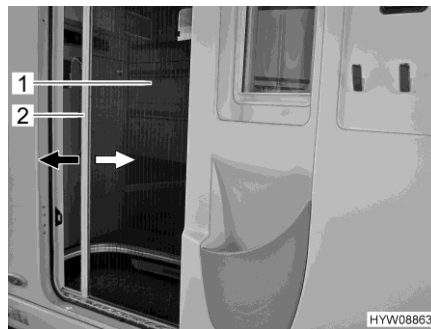

Fig. 56 Protección contra insectos (puerta de entrada)
- Agarrar el agarradero (Fig. 56,2) con ambas manos y extraer la protección contra insectos (Fig. 56,1) uniformemente del alojamiento de puerta.
- Agarrar el agarradero (Fig. 56,2) con ambas manos e introducir la protección contra insectos (Fig. 56,1) en el alojamiento de puerta presionando ligeramente.